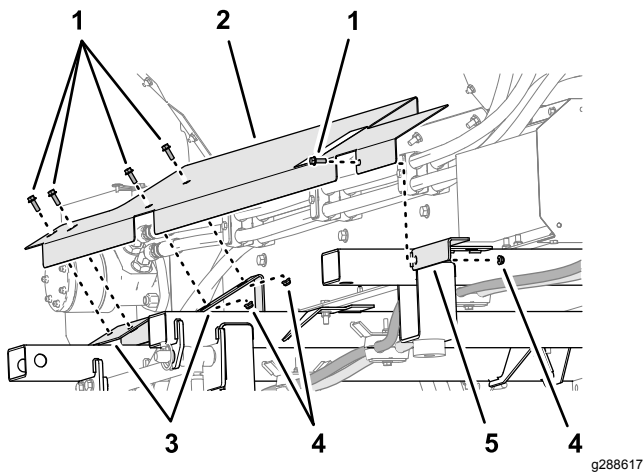

Figure 27
1. Alignez les fentes de la protection latérale et les fentes des 2 supports de protection sur les traverses centrale et arrière et le support en L sur la traverse avant (Figure 27).
2. Fixez la protection latérale au support sur la traverse centrale (Figure 27) à l'aide de 2 vis à embase ($\frac{1}{4}$ " x $\frac{3}{4}$ ") et 2 contre-écrous à embase ($\frac{1}{4}$ ").
3. Fixez la protection latérale au support en L sur la traverse avant (Figure 27) à l'aide d'une vis à embase ($\frac{1}{4}$ " x $\frac{3}{4}$ ") et d'un contre-écrou à embase ($\frac{1}{4}$ ").
4. Fixez la protection latérale au support sur la traverse arrière (Figure 27) à l'aide de 2 vis à embase ($\frac{1}{4}$ " x $\frac{3}{4}$ ").